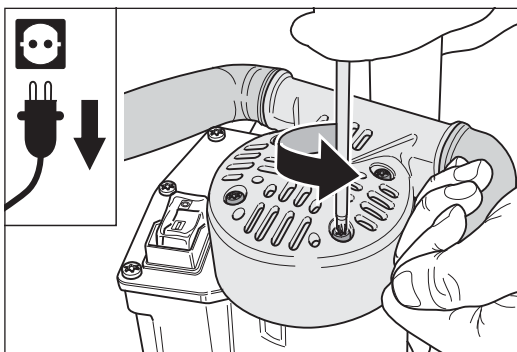
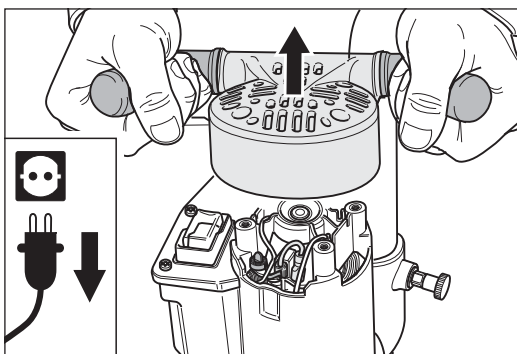

Abb. 49 Die vier Befestigungsschrauben des Griffstücks entfernen.
Abb. 50 Das Griffstück abnehmen. **Darauf achten, dass keine Teile in den Motor fallen!**
- 2 Entfernen Sie die vier Befestigungsschrauben des Griffstücks (Abb. 49) und nehmen Sie dieses vom Motorgehäuse ab (Abb. 50). **Achten Sie darauf, dass keine Teile in den Motor fallen!**